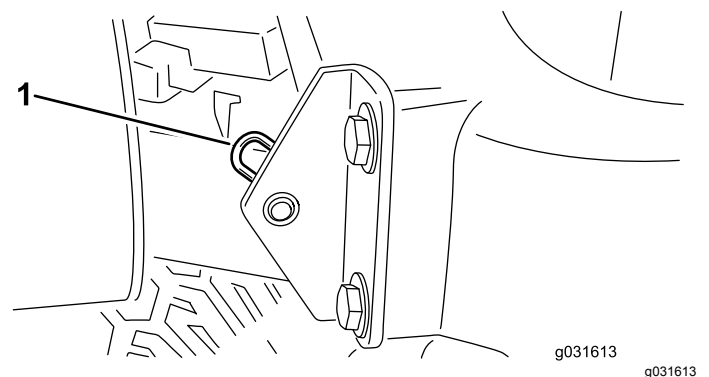

Figure 64
2. Retirez la goupille fendue qui fixe le pivot de capot aux supports (Figure 64).